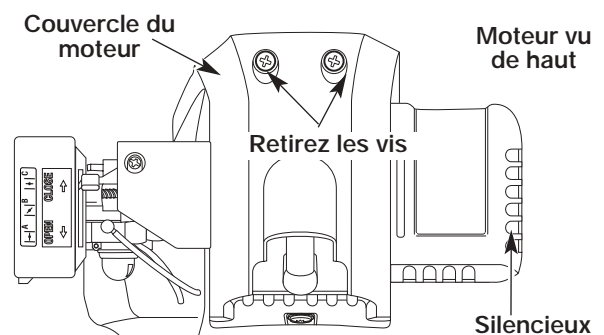

Fig. 28
2. Enlevez les deux vis (2) sur le haut du couvercle du moteur à l'aide d'un tournevis à embout cruciforme (Fig. 28).